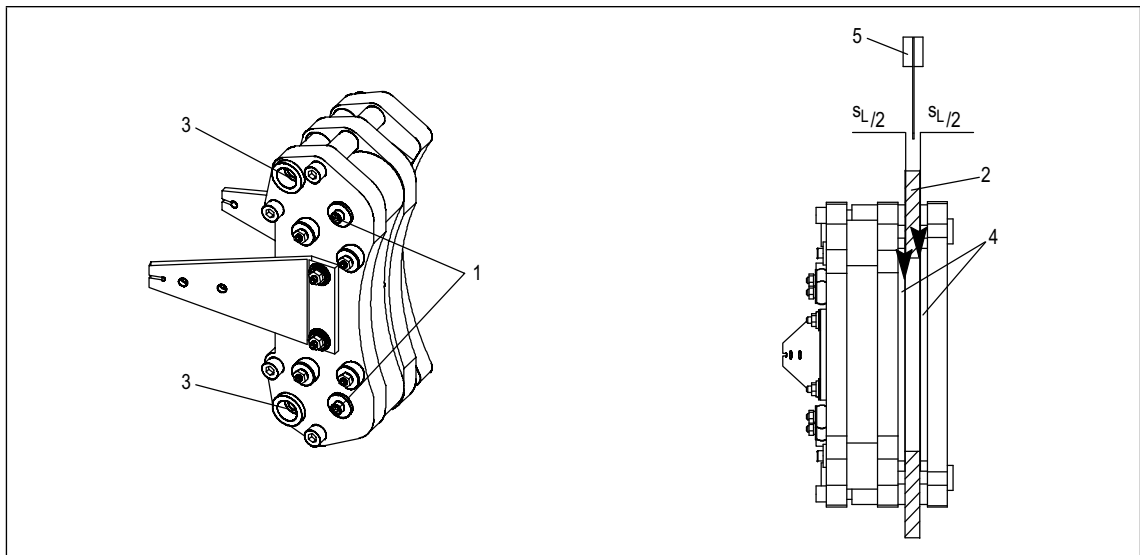

Abb. 4 Einbauvorgang der Federkraftbremse BFK466-55
Die Bremse wird mit zwei Transportsicherungsschrauben (1) Abb. 4 vormontiert geliefert.
1. Bremse radial über die Bremsscheibe (2) in Position bringen.
2. Befestigungsschrauben (3) einsetzen und mit dem angegebenen Moment ( 14) anziehen.
3. Freigängigkeit der Bremsscheibe (2) prüfen und Lüftweg „ $s_L$ “ zwischen beiden Reibbelägen (4) und Bremsscheibe (2) mit Fühlerlehre (5) kontrollieren.